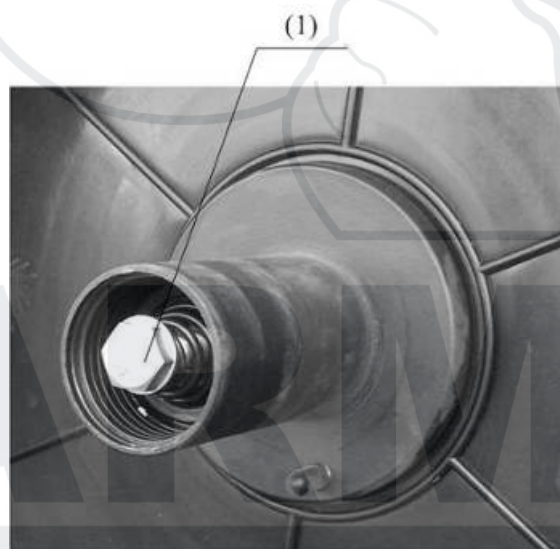

Рис. 8.
С помощью гаечного ключа поверните винт регулировки тормозного усилия направляющей катушки проволоки (1), чтобы отрегулировать тормозное усилие (как показано на Рис. 8). Тормозное усилие должно быть среднего значения, чтобы сварочная проволока не повреждалась при остановке катушки с проволокой; тормозное усилие не должно быть слишком сильным, иначе нагрузка на двигатель увеличится. Чем выше скорость подачи проволоки, тем большее требуется тормозное усилие.